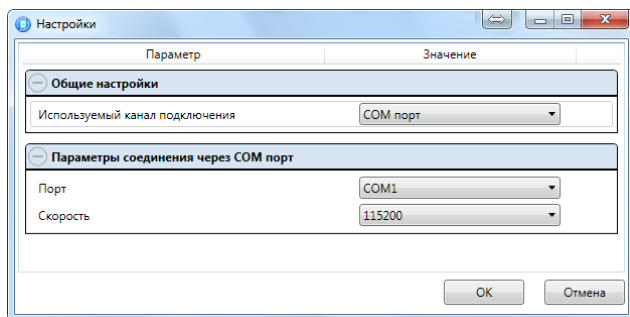

Рис. 11 Настройка программы
- ✓ В меню *Настройка* программы *Конфигуратор Про* в разделе *Общие настройки* в качестве используемого канала подключения выберите *COM порт*, затем выберите соответствующий номер COM порта, подключаемого адаптера к панели и установите скорость **115200 бит/сек** (рис.11);